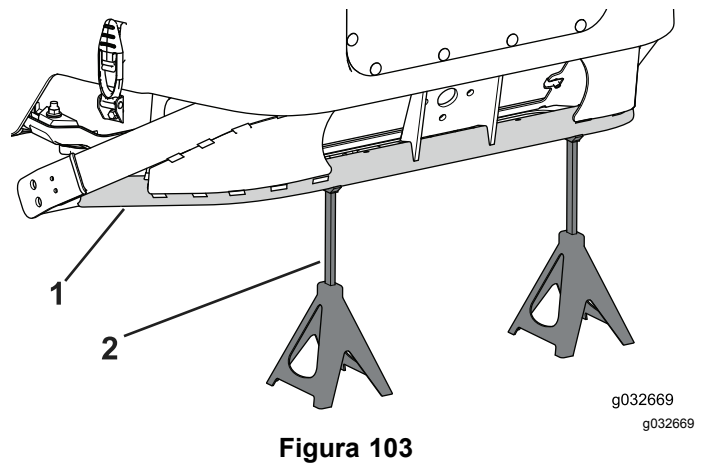

Figura 103
1. Coloque 2 gatos fijos debajo de la parte trasera del bastidor de la máquina (**Figura 103**).